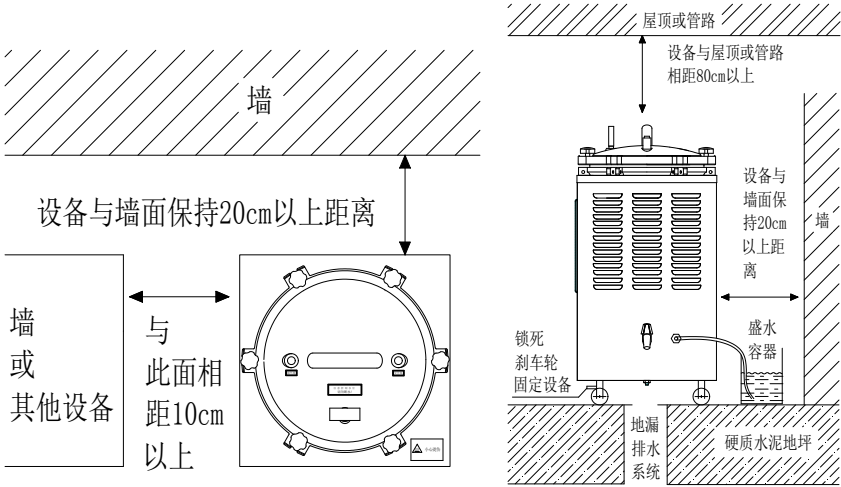

图 3.1
备与周围墙壁或其他设备的间距应保持 10~20 cm 以上)。踩下刹车脚轮，固定设备位置，防止设备移动。(具体安装位置如下图 3.1 所示：)
- 排汽管需浸没于水中。(如图 3.1)